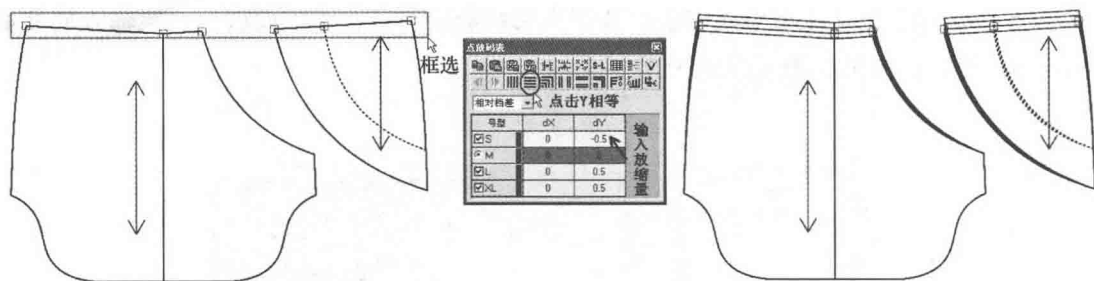

图5-38 前袋布、前袋贴放缩效果图
(8) 用 【选择纸样控制点】工具框选前袋布、前袋贴上口，在【纵向放缩】栏输入放缩量 -0.5cm，然后点击 Y 相等（图 5-38）。